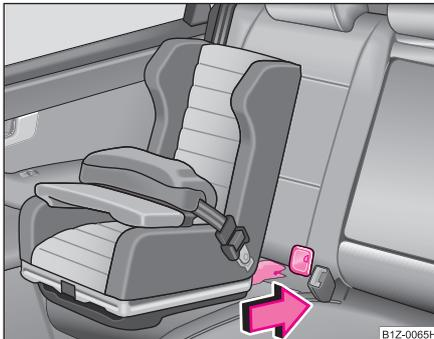

Abb. 125 Der ISOFIX-Kindersitz wird in die montierten Aufnahmebühnen geschoben
- Schieben Sie die Rastarme des Kindersitzes über die montierten Aufnahmebühnen in die Halteösen, bis er hörbar einrastet ⇒ Abb. 125.